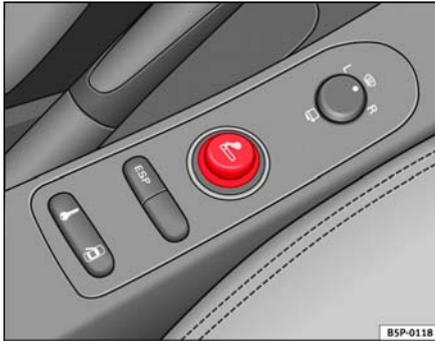

Fig. 115 Encendedor alojado en la toma de corriente de la consola central anterior
- Presione el encendedor ⇒ fig. 115 para activarlo ⇒ ⚠.